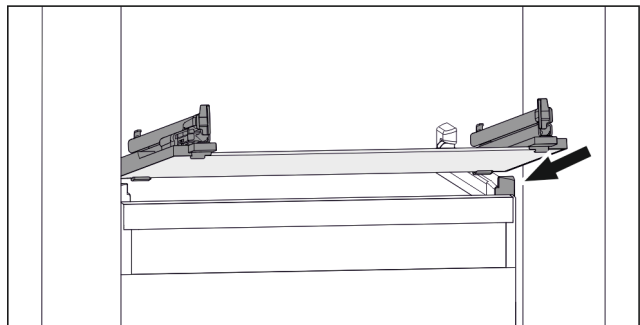

Fig. 55 Voorbeeldweergave van glasplaat
- ▶ Glasplaat schuin achter de stoppers op containerrib plaatsen. (zie Fig. 55)